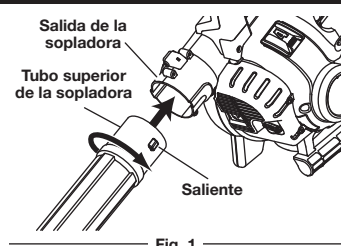

Fig. 1
1. Alinee el saliente del extremo del tubo superior de la sopladora con la ranura de tope del extremo inferior de la salida de la sopladora (Fig. 1).
2. Inserte el tubo superior de la sopladora en la salida de la sopladora (Fig. 1).
3. Gire el tubo superior de la sopladora en el sentido de las agujas del reloj hasta que traben en su sitio (Fig. 1).